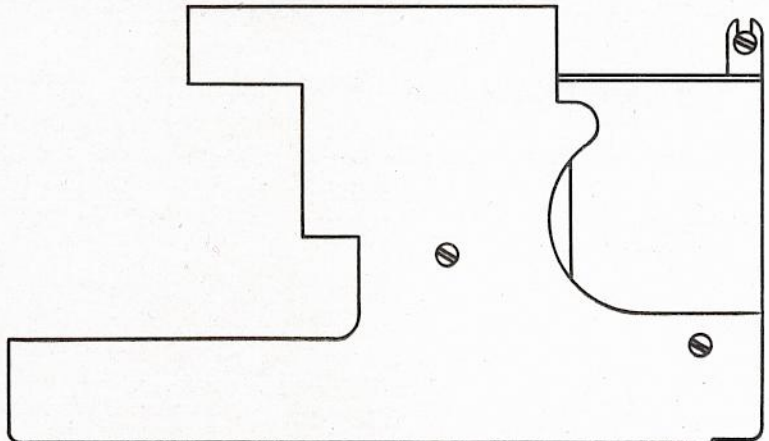

Fig. 6-3-1
Cette plaquette qui supporte l'ensemble des éléments est fixée par trois points à la face avant du boîtier (fig. 6-3-1).
- b) Dévisser les trois vis de fixation (fig. 6-3-1) ;